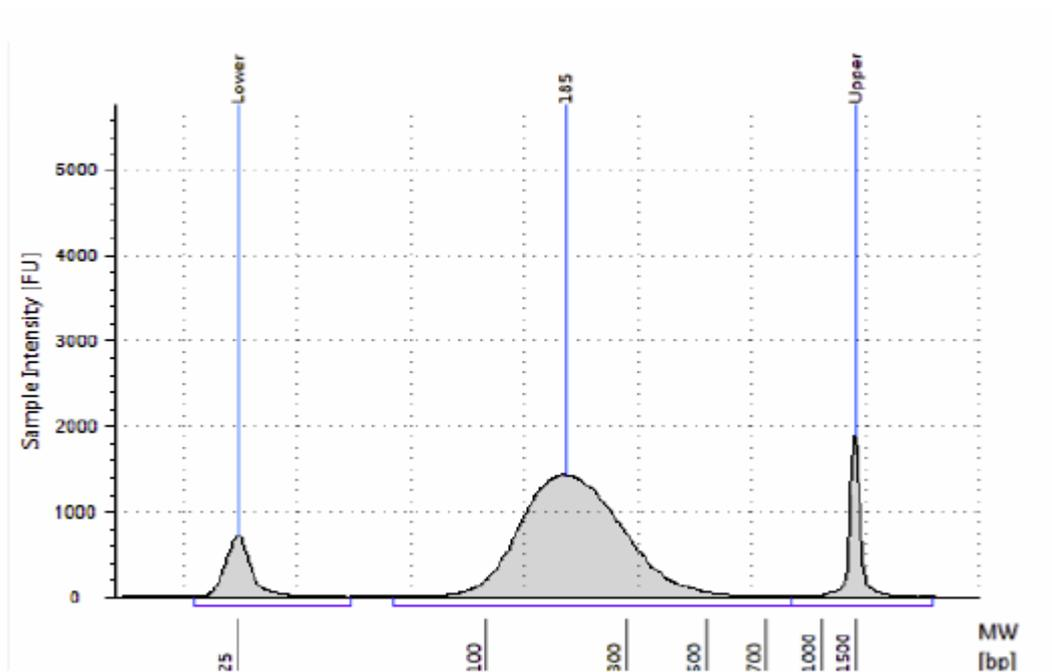

図 5 断片化した gDNA の TapeStaton D1000 アッセイ による泳動図。
5. 結果をチェックします。図 5 の泳動図のような分布が得られ、150-200 bp 付近の位置にピークトップがあることを確認します。また測定された濃度が 60 ng/uL (トータルの DNA 量が 3 ug) から大きくずれていないかどうか確認してください。